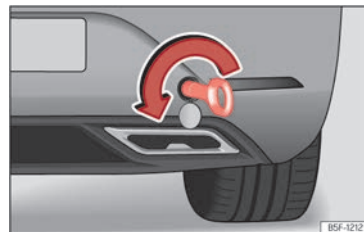

Abb. 234 Auf der rechten Seite des hinteren Stoßfängers: eingeschraubte Abschleppöse.
• Drehen Sie die Abschleppöse **entgegen dem Uhrzeigersinn** so fest wie möglich in die Aufnahme » » (Abb. 234) , » » ① . Verwenden Sie ein geeignetes Hilfsmittel, um die Abschleppöse festzuziehen.